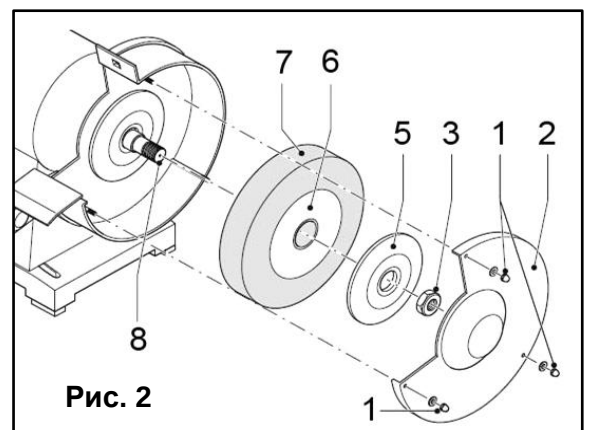

Рис. 2
Замена/ установка шлифовального круга (Рис. 2)
- Открутите три гайки (1) (Рис. 2).
- Снимите защитный кожух (2).
- Открутите гайку (3) шпинделя (8)